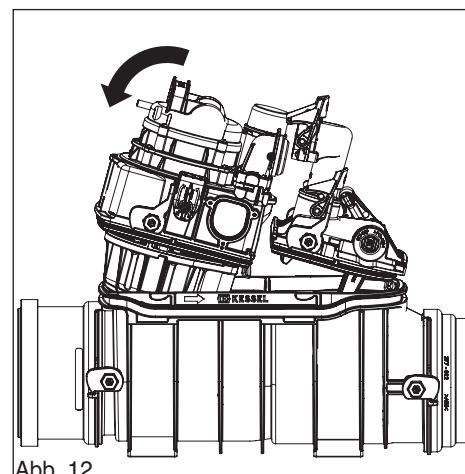

Abb. 12
4.2.1 Montage der beiden Deckel (siehe Abb. 12, 13, 14) Deckel je auf einer Seite einführen, die andere Seite nach unten drücken und mit Verriegelungshebeln verschließen. Hierbei muss der rote Klappenhebel bzw. die Motorklappenstellung immer auf "ZU" sein.